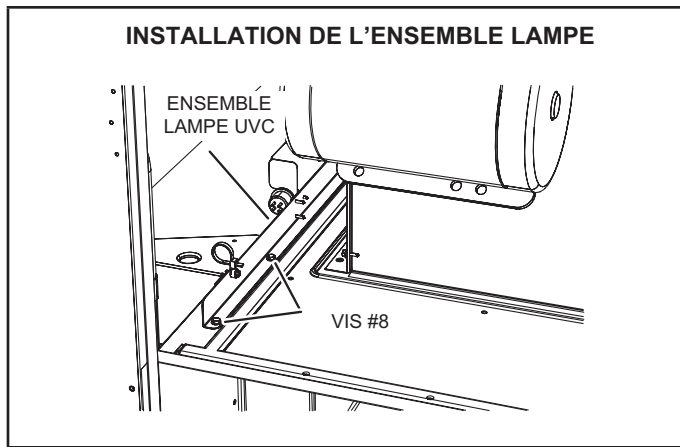

FIGURE 43
- 8 - Placer délicatement l'ensemble UVC sur le support du ventilateur. Aligner les trous de fixation de l'ensemble UVC sur les trous de fixation du support du ventilateur. Voir la FIGURE 43. Utiliser les vis n° 10 fournies pour fixer l'ensemble UVC.